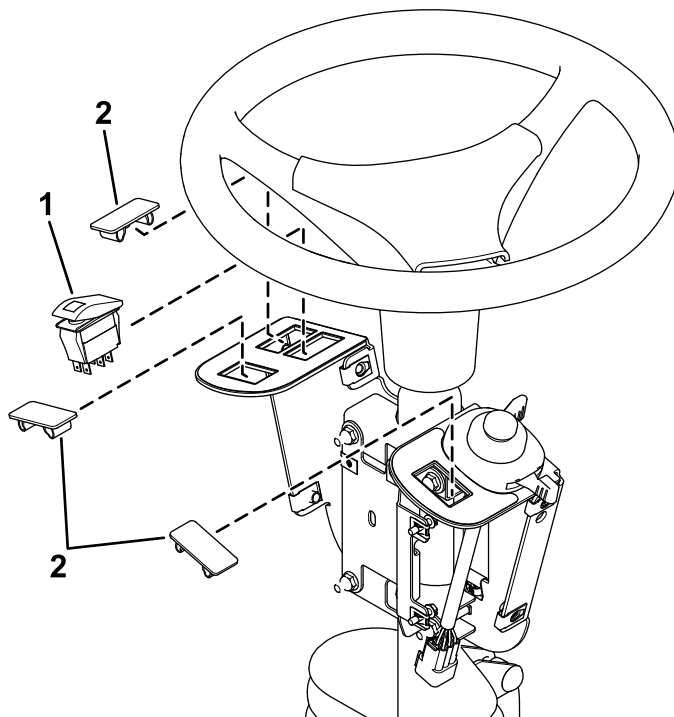

Figura 6
3. Instalezi întrerupătorul basculant și dopurile filetate în suportul comutatorului (Figura 6).